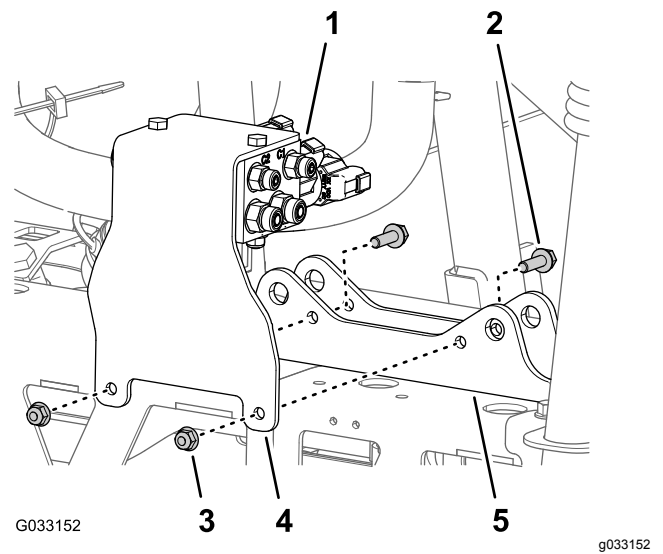

Figura 67
3. Retire as 2 porcas flangeadas (5/16 pol.) e os 2 parafusos de cabeça flangeada (5/16 x 1 pol.) que prendem o suporte para o coletor de elevação da rampa à montagem do cilindro e retire o coletor e o suporte da máquina (Figura 67).